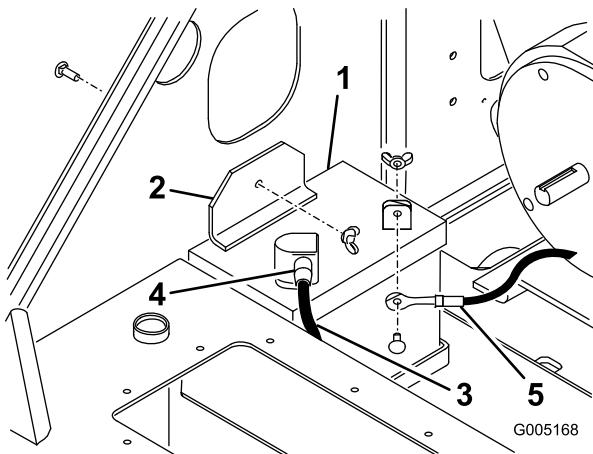

Figure 30
3. Enlevez l'écrou à oreilles et le boulon qui fixent la patte de maintien de la batterie et la barrette (sous la patte de maintien), et déposez la patte de maintien et la barrette (Figure 30).
8. Placez la batterie dans le châssis (Figure 30).
9. Fixez la batterie dans le châssis (Figure 30).
10. Connectez le câble positif (rouge) à la borne positive (+) de la batterie à l'aide du boulon et de l'écrou à oreilles fournis avec la batterie (Figure 30). Glissez le capuchon en caoutchouc sur la borne de la batterie.
11. Connectez le câble négatif (noir) à la borne négative (-) de la batterie à l'aide du boulon et de l'écrou papillon fournis avec la batterie (Figure 30).